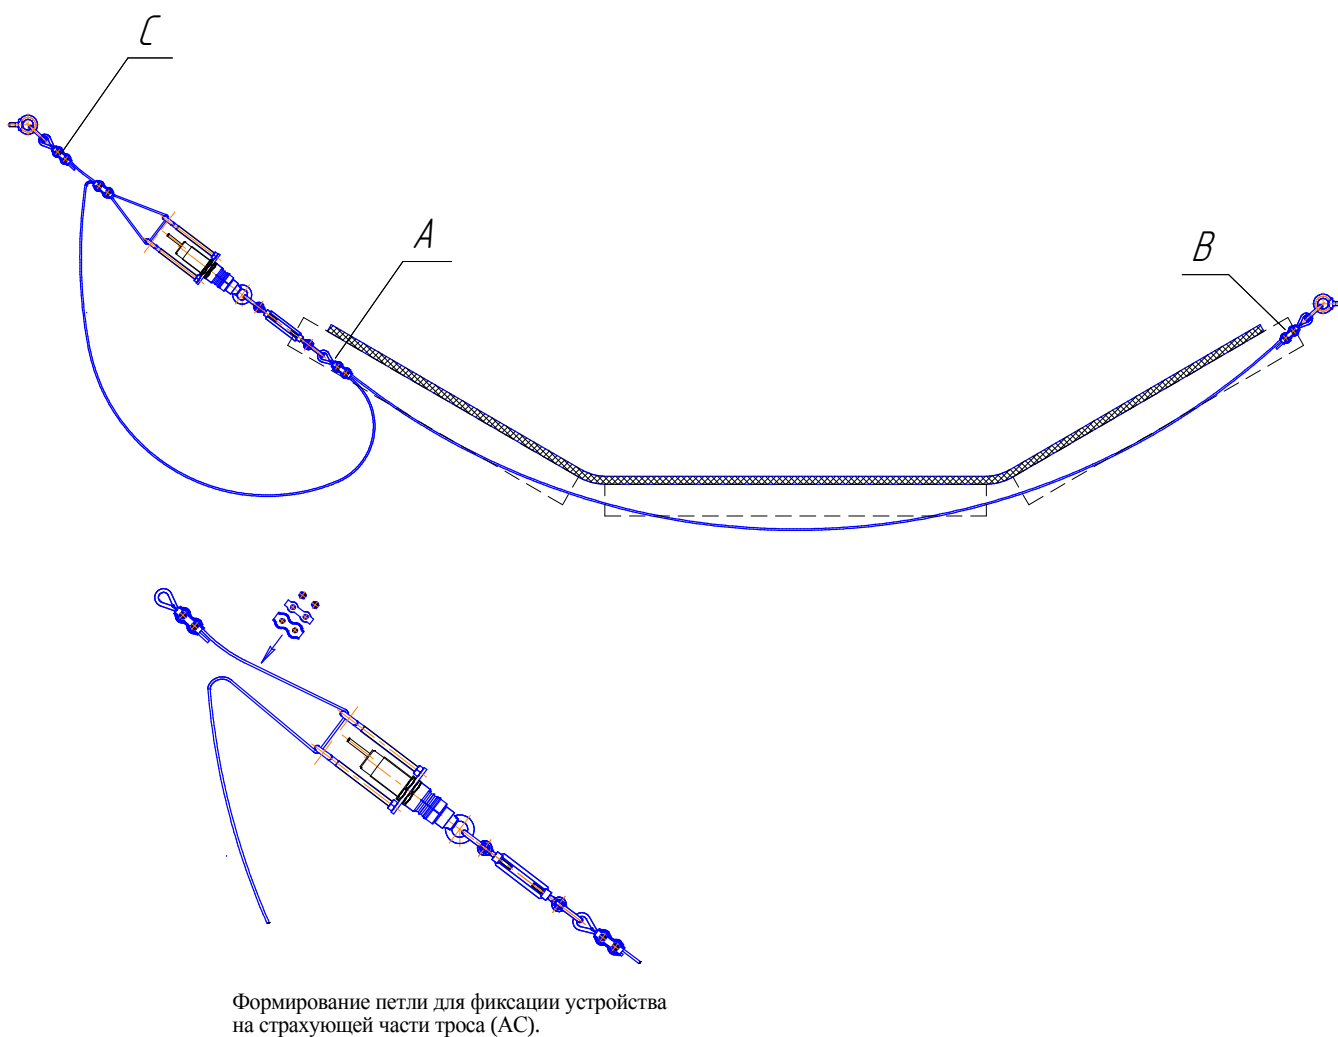

Рис.3.
2.3. Устройство монтируется на трос, натянутый под рабочей ветвью конвейера перпендикулярно направлению движения ленты. Пример установки показан на Рис.3. При аварии (продольном разрыве) край разрыва ленты, выпирающий металлокорд или сыпавшийся груз оказывают воздействие на трос, создавая его избыточное натяжение, и приводя к выдёргиванию конуса поз.4 из цанги поз.2, что, в свою очередь, приводит к изменению состояния выхода датчика.
5.4. Сформировать петлю (см. Рис.3) для фиксации узла крепления датчика.